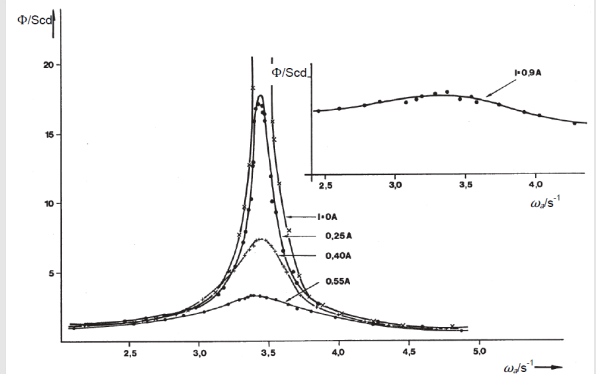

Fig. 7 : Courbes de résonance pour différents amortissements.
La figure 7 montre les courbes de résonance pour différents amortissements. L'analyse de l'équation (9) met en évidence les éléments suivants, qui sont confirmés par les résultats de la figure 7 :
L'évaluation des courbes de la figure 7 conduit, dans cet exemple, à une fréquence de résonance moyenne de $\omega = 3.41$ 1/s, ce qui est très proche de la fréquence de résonance déterminée dans la tâche A1.